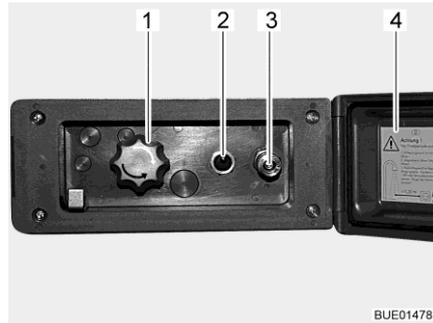

Bild 190 Duschanschluss außen
- Deckel (Bild 190,4) entriegeln und öffnen.
- Schlauch der Außendusche am Schnellverschluss (Bild 190,3) anschließen.
- Wasserpumpe mit Schalter (Bild 190,2) einschalten.
- Wassertemperatur mit Drehknopf (Bild 190,1) nach Wunsch einstellen.
- Wasserpumpe mit Schalter (Bild 190,2) ausschalten.
- Deckel (Bild 190,4) schließen und mit Schlüssel verriegeln.
- Drehknopf (Bild 190,1) auf Mittelstellung stellen.